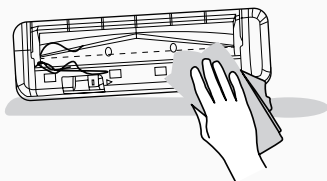

Fig. 13
4. Utilisez le chiffon sec pour enlever tout enchevêtrement de l'agitateur et la saleté sur les poils. Ne perdez pas le manchon en caoutchouc du roulement à billes. [Fig. 13]